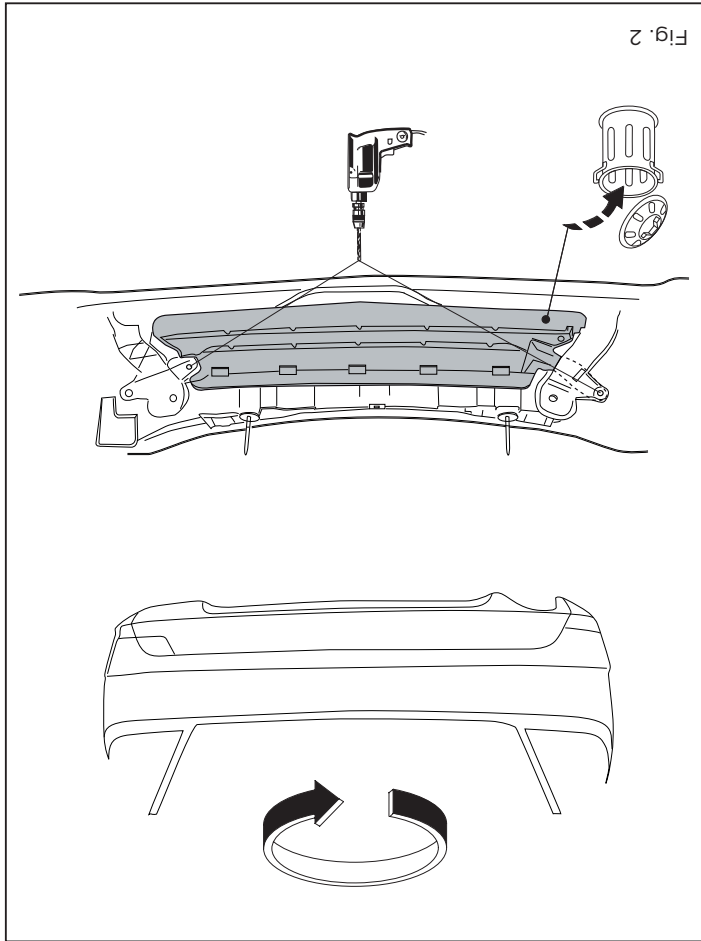

Fig. 2
- 2. Remove the part indicated. See figure 2 and 3.
2. Den angegebenen Teil abmontieren. Siehe Abbildung 2 und 3.